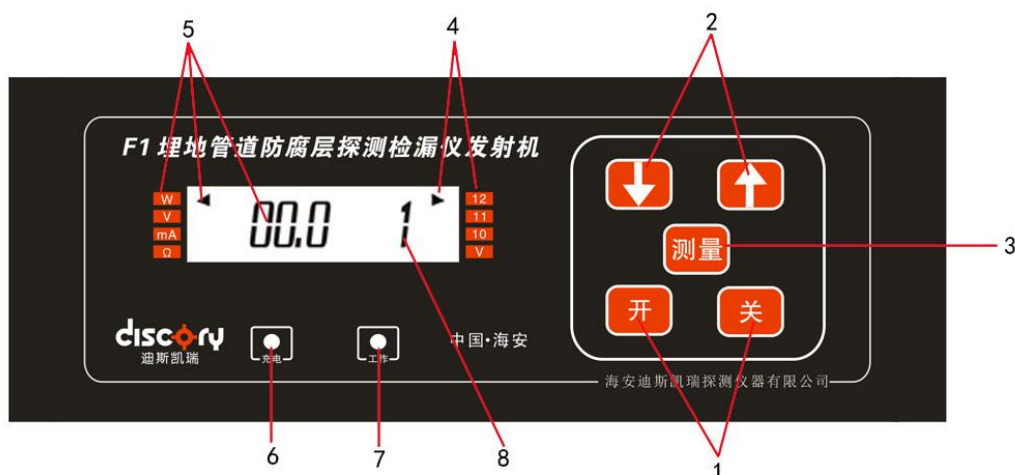

图 1 发射机前面板示意图
1、发射机：发射机用于向地下管道发射某一特定频率的电磁波信号，建立起单线——大地回路的地下管线检测场。其功能示意如图 1 所示。